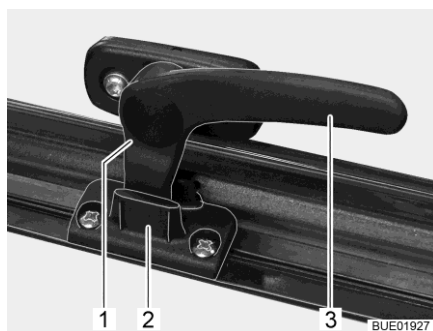

Bild 18 Låsarm i läget "kontinuerlig vädning"
- I läget "kontinuerlig vädning" (Bild 18)
- Sväng låsarmen (Bild 18,3) ett kvarts varv mot fönstrets mitt.
- Sväng låsarmen ett kvarts varv mot fönsterkarmen. Därvid måste låsspaken (Bild 18,1) föras in i spåret på fönsterlåset (Bild 18,2).